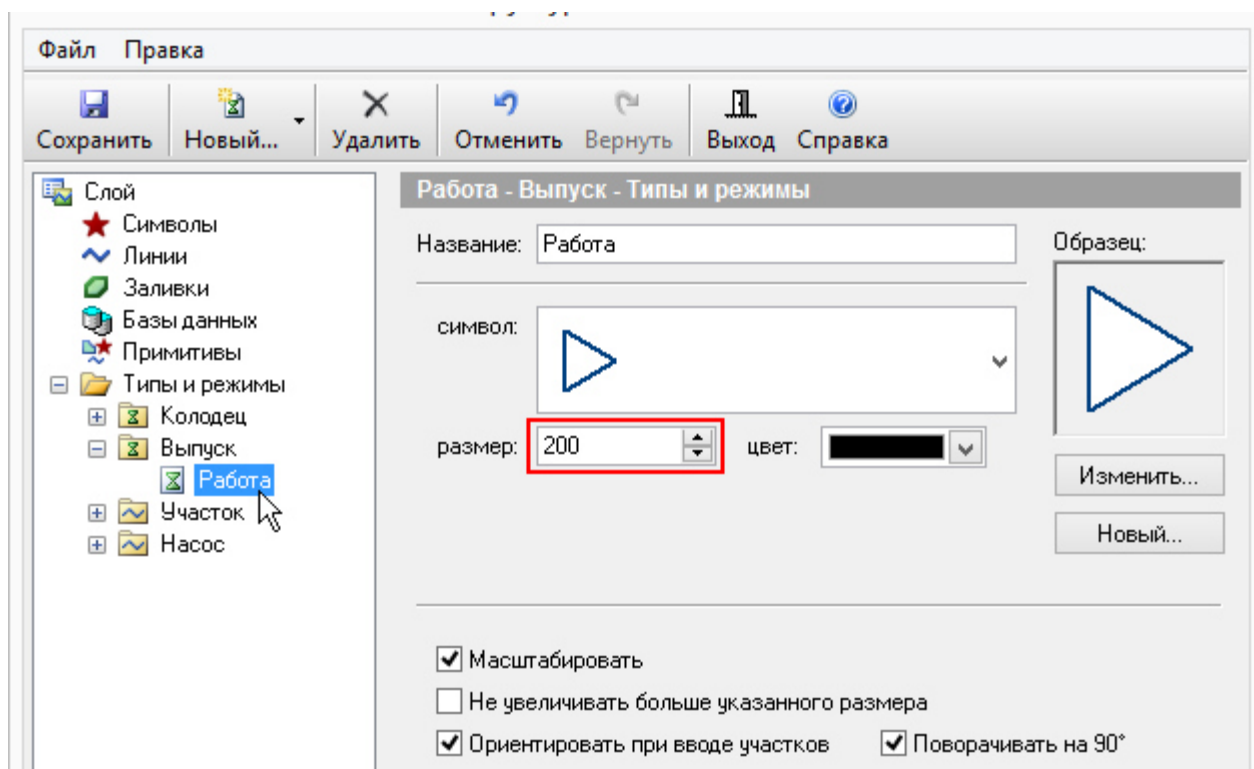

Рисунок 31. Изменение размера символа канализационной сети
1. В окне структура слоя () в дереве *Типы и режимы* щелчком левой кнопкой мыши выберите режим для редактирования, например *Выпуск*, *Работа* (Рисунок 31, «Изменение размера символа канализационной сети»).